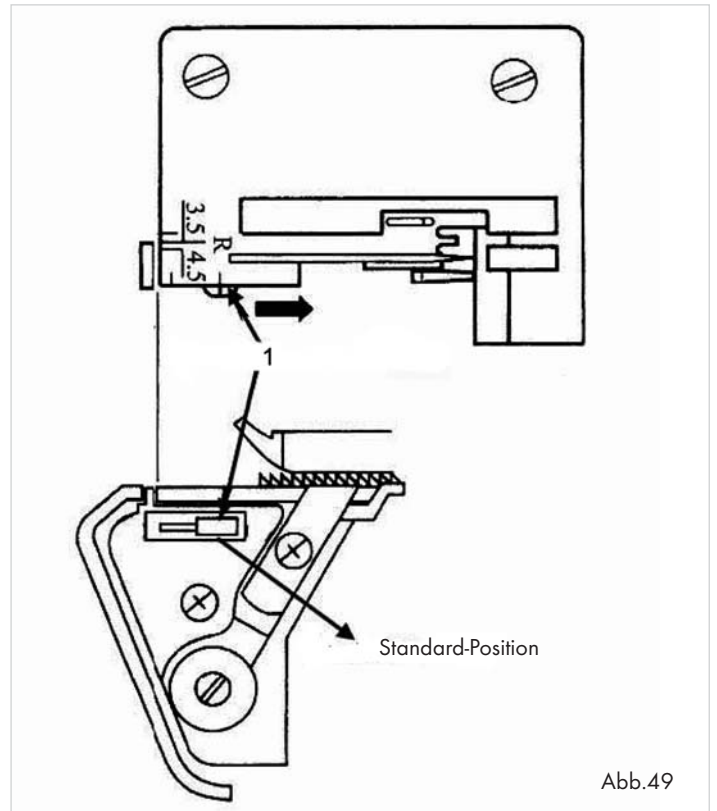

Abb.49
- Schieben Sie den Nahtbreitenschalter 23 auf „S“, damit der Nahtbreitenfinger vorgeschoben wird (1) (Abb. 49).
① Hinweis: